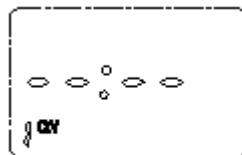

图17
4.2.4.4 继续按下“MD”键, 或在屏幕不闪烁的状态下按下“△”“▽”键, 屏幕左下方将依次显示2ON、2OFF、...8ON、8OFF, 参考以上步骤设置其余各组的开关时间。对于多余的时间段请按“R”键将其消除, 使液晶显示出“○ ○ ○ ○”图样, 如图17所示, 如需恢复设定则再次按下“R”键即可。